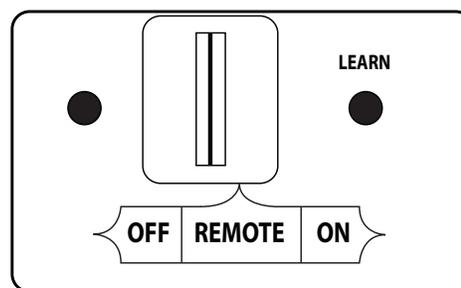

Fig. 24-2 Récepteur de la télécommander
1. Assurer la veilleuse est allumée. Ensuite, localisez le commutateur à 3 positions sur le récepteur de la télécommande (voir Fig. 24-2), Et faites glisser le commutateur sur la position **OFF**.